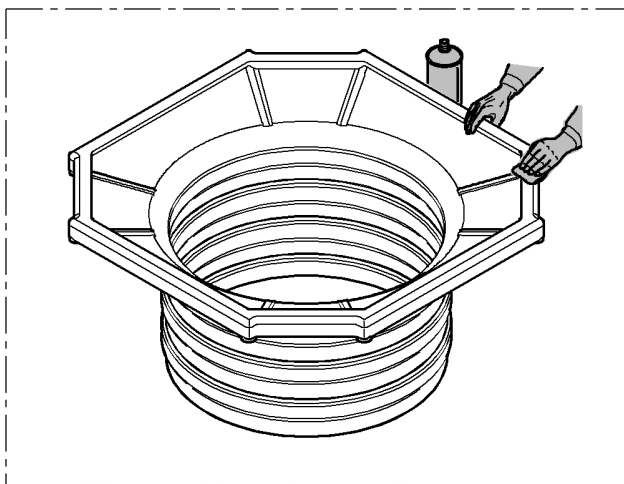

Fig. 1
- Limpar todas as superfícies do escoadouro envolvidas na soldagem utilizando um pano embebido em uma solução decapante (LID1). (Fig.1)